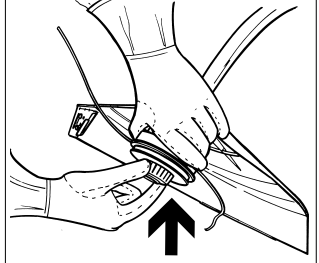

Fig.36
1) Przyczepić zawieszenie pasa (fig.36 part.1) do pierścienia (fig.36 szczegół 2).
1) Ściągnąć pokrywkę i odkręcić świecę dostarczoną z kosiarką kluczem (fig.36).
2) Ręcznie przykręcić świecę do końca gwintu i uważać aby nie uszkodzić jej obsady. Klucz wykorzystać tylko do końcowego dokręcenia (fig.36).